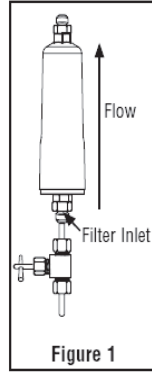

Figure 1
2. Trouver une section de tuyau facile d'accès. Une soupape d'arrêt (non fournie) doit être située en amont du filtre. (Figure 1)